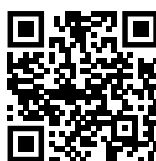

Fig. 84
- ▶ Avaa Liebherr SmartMonitoring Dashboard. (katso Fig. 84) Jääkaapissa tai pakastimessa: